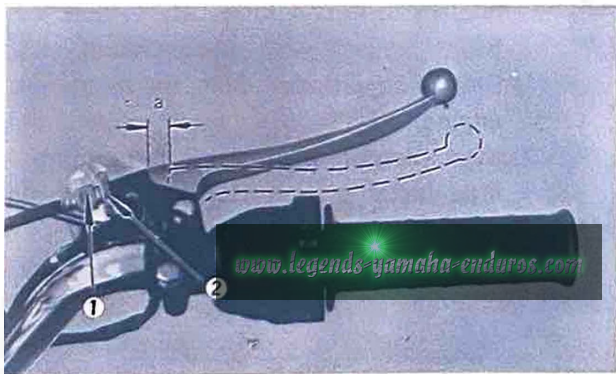

Fig. 53
5. FRONT BRAKE WIRE ADJUSTMENT (Fig. 53)